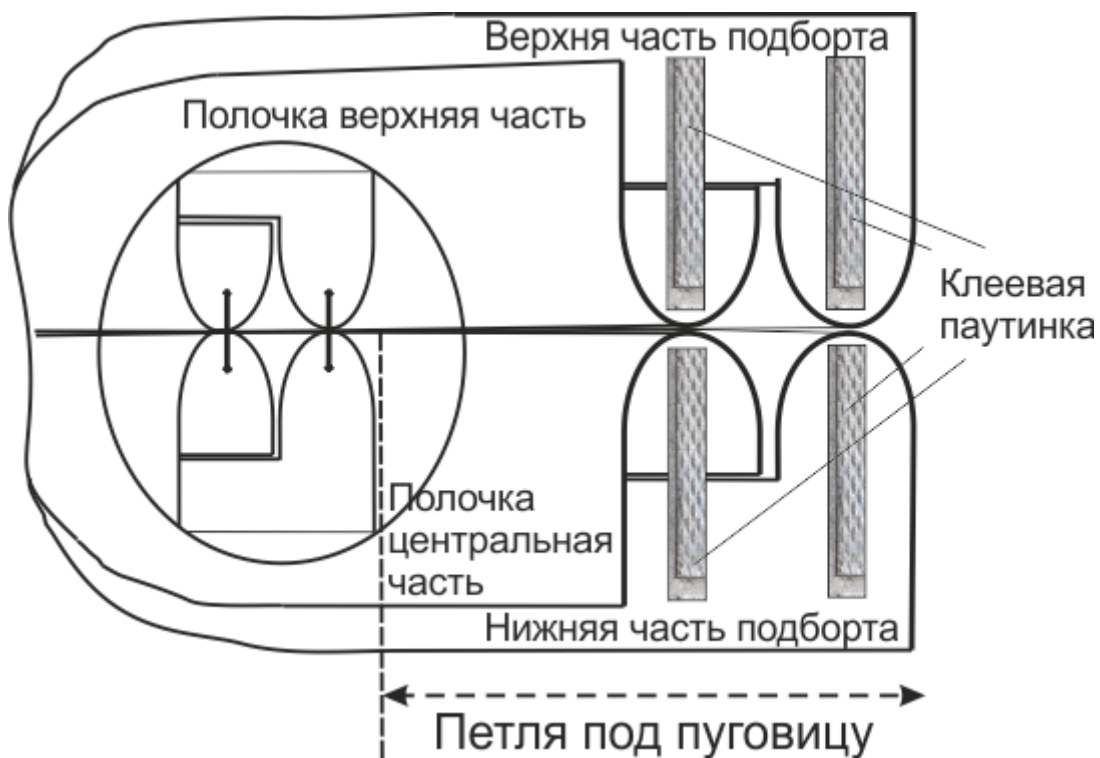

Рис. 1
1. Стачать подборт из двух частей. В соединительном шве правого подборта оставить не стачанным участок между контрольными знаками (под петлю). Припуски шва разутюжить. Припуски шва на участке пропуска строчки приклеить клеевой паутинкой (рис.1)
7. Поставить контрольные знаки на верхней части правой полочки по нижнему срезу, определяющие место расположения петли. Приметать, а затем стачать верхнюю и нижнюю части правой полочки по линии талии, оставляя не стачанным участок между контрольными знаками (под петлю). Припуски шва разутюжить. Припуски шва на участке пропуска строчки приклеить клеевой паутиной (Рис.1).